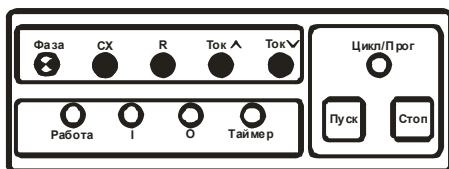

Рис. 12
6.4.2 Для управления уровнем воды в водонапорной башне с помощью электроконтактного манометра, подключение его нужно выполнить так, как указано на рисунке 13. Положение контактов ЭКМ показано при малом давлении. В первом блоке режимов сигналы «I» и «O» программируются в соответствии с п.п. 3.17.3 и 3.17.5 (рис.12):